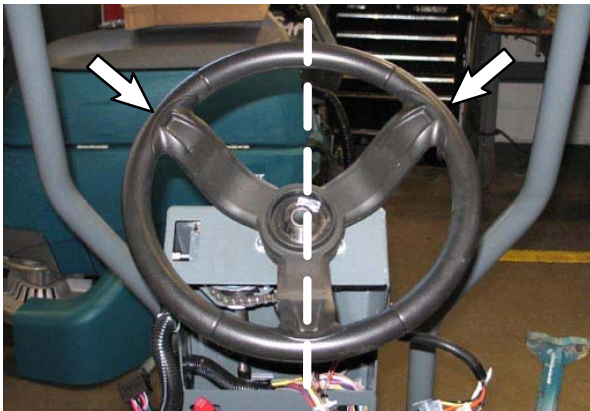

FIG. 61
24. Posizionare il volante sulla colonna dello sterzo come mostrato nella Fig. 61.